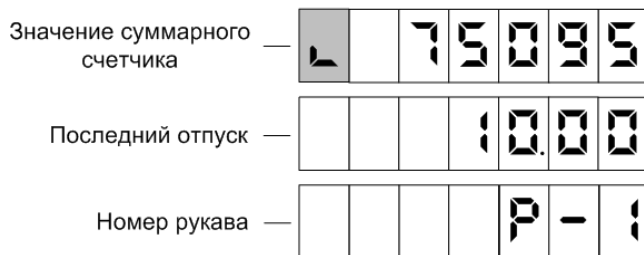

Рисунок 5
8.7 Предусмотрен просмотр на табло значений суммарного счетчика рукава в строке указателя стоимости с мигающим символом "L" в старшем разряде. В строке цены за литр отображается порядковый номер рукава и символы "P -" (рисунок 5). В этом режиме допускается выдача топлива.